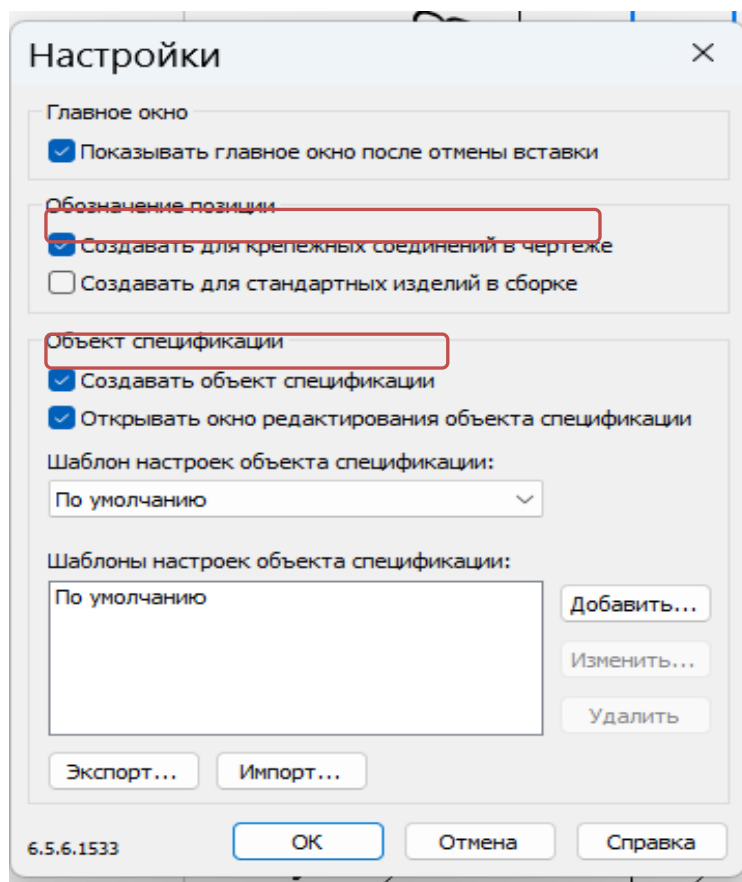

Рис. 2.29. Окно настройки приложения стандартных изделий
- Проверьте состояние опций «Создавать для крепежных изделий в чертеже» и «Создавать объект спецификации» – они должны быть во включенном состоянии. Если это не так, включите опции (рис. 2.29).